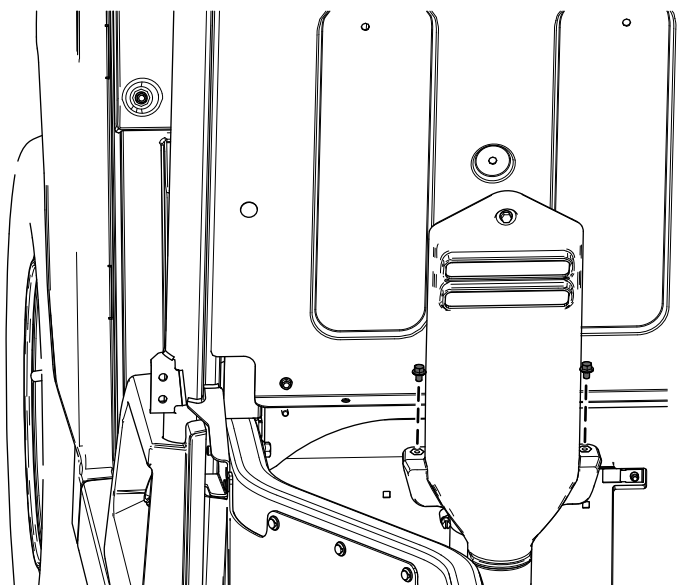

Figura 23
- A. Retire los 2 pernos con arandela prensada ($\frac{1}{4}" \times \frac{3}{8}"$) de la campana de admisión de CVT (Figura 23).